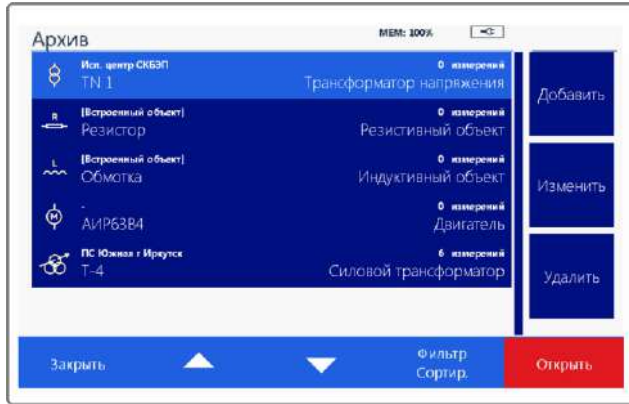

Рисунок 42 – Внешний вид окна архива
- нажать кнопку «Изменить» (рисунок 42);
- нажать кнопку «Удалить» (рисунок 42);